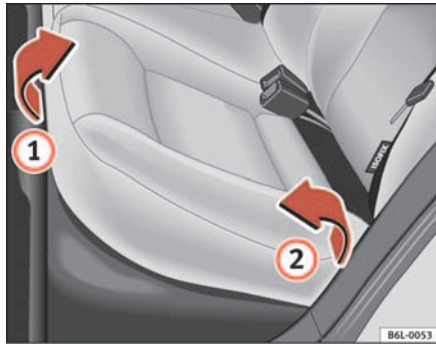
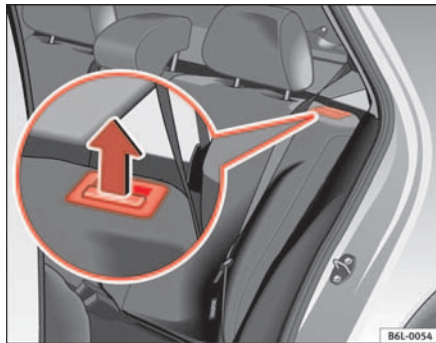

Abb. 73 Sitzpolster der Sitzbank vorklappen
Abb. 74 Entriegelungstaste für die Rücksitzlehne
- Ziehen Sie das Sitzpolster an der Vorderkante ⇒ Abb. 73 ① in Pfeilrichtung nach oben.
- Klappen Sie das Sitzpolster ② in Pfeilrichtung nach vorne.
- Ziehen Sie die Entriegelungstaste ⇒ Abb. 74 in Pfeilrichtung und klappen Sie die Sitzlehne nach vorne.